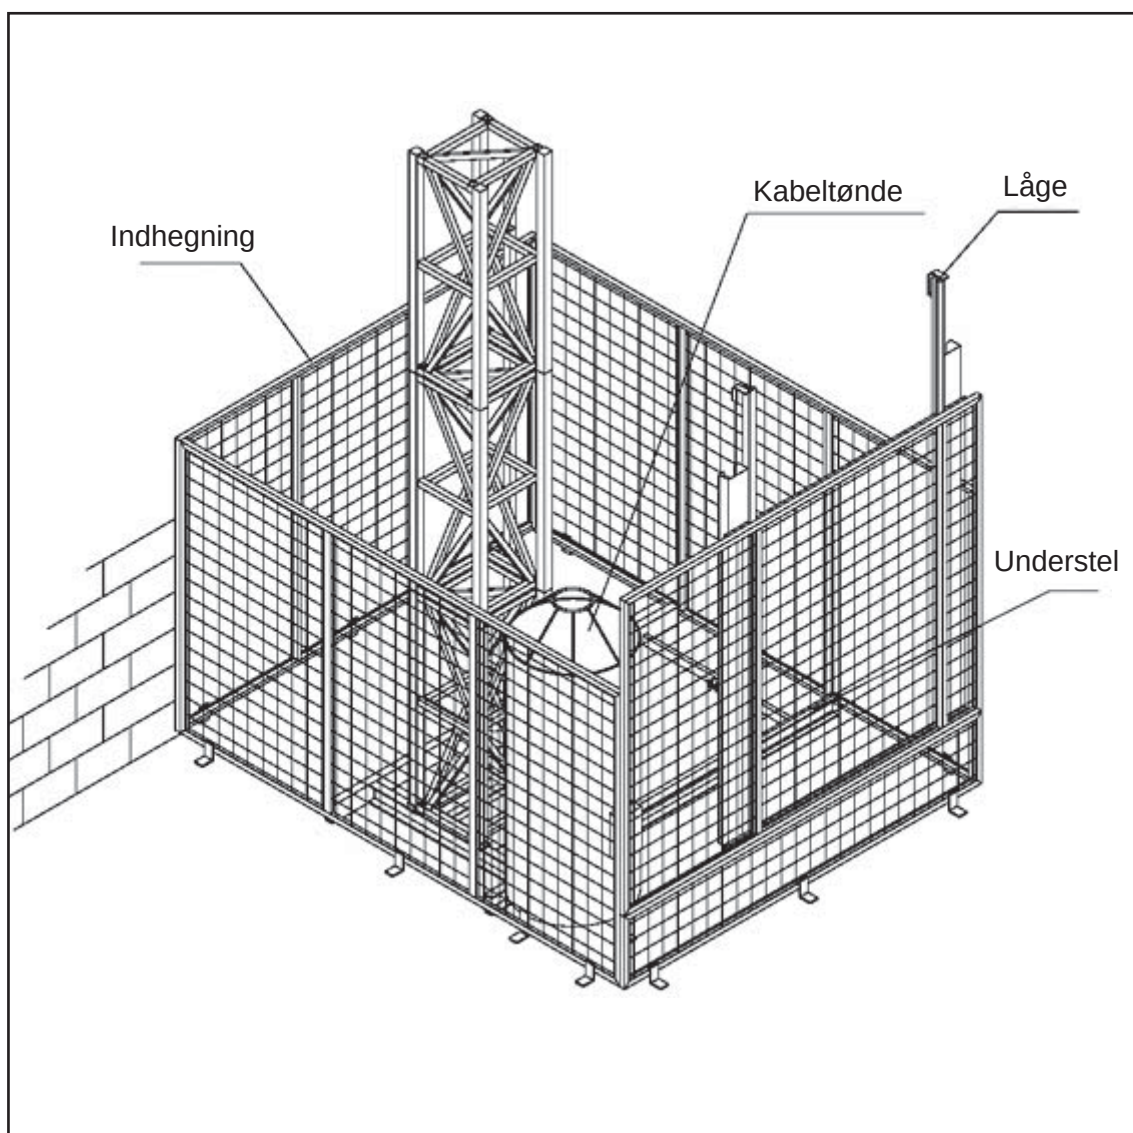

Fig 4.2 Indhegning
- Indhegning af kabine, se fig. 4.2 på side 19.